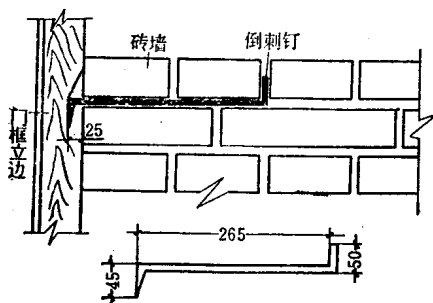

图 2 倒刺钉
2.立门窗框前，应算好砖层高度，凿出钉倒刺钉的孔眼。倒刺钉不要在立框时就钉上，先钉上，瓦工砌砖时容易碰头，要等瓦工快砌到倒刺钉位置时，才把倒刺钉钉上。倒刺钉的作用是能固定门窗框，防止门窗框立边向里凸，影响门窗扇开关。倒刺钉可用 18×4 毫米的扁铁锻制，见图2。为了防止门窗框立边向里凸，一般有用木拉砖来固定门窗框。根据作者的实践经验木拉砖日久会松动，不如用倒刺钉好。